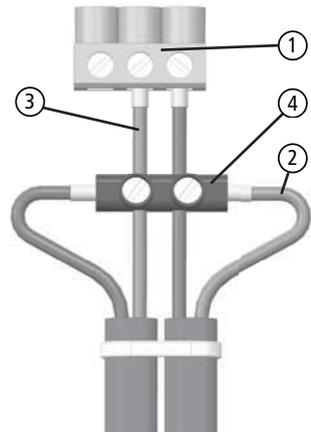

Abb. 3.24 Verklemmen von 2 Türschaltern bei Geräten mit 2 Türen (FINA / FINA plus DS)
- ① Den Anschluss-Stecker des einen Türschalters entfernen - wird nicht benötigt,
- ② die braune (mittlere) Ader des zweiten Türschalters aus dem Anschluss-Stecker lösen,
- ③ die braune Ader des ersten Türschalters im Anschluss-Stecker anschließen - in der mittleren Klemme,
- ④ die braune Ader des ersten Türschalters und die blaue Ader des zweiten Schalters mit einer Kabelklemme („Lüsterklemme“) verbinden (Abb. 3.24),
- ⑤ die Funktion der beiden Türschalter prüfen - das Öffnen jeder der beiden Türen muss zu der korrekten Meldung der LEDATRONIC („Tür auf“) führen.